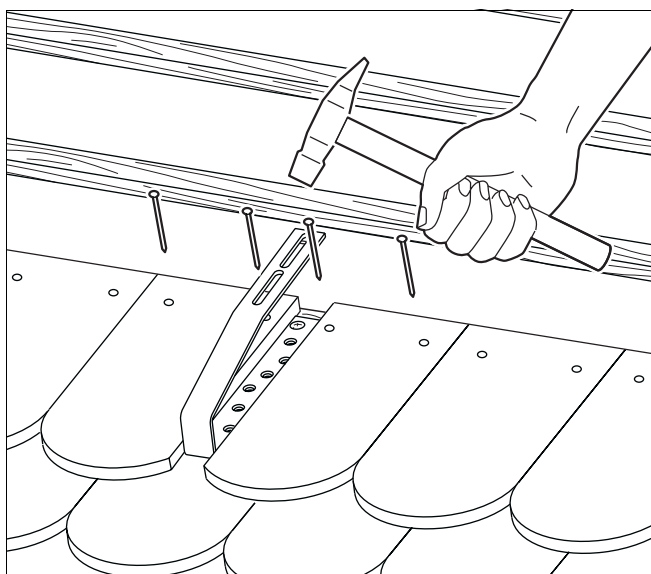

Fig. 26 Fijar la teja plana
- ▶ Enganche la teja plana en el listón de tejado (fig. 26).